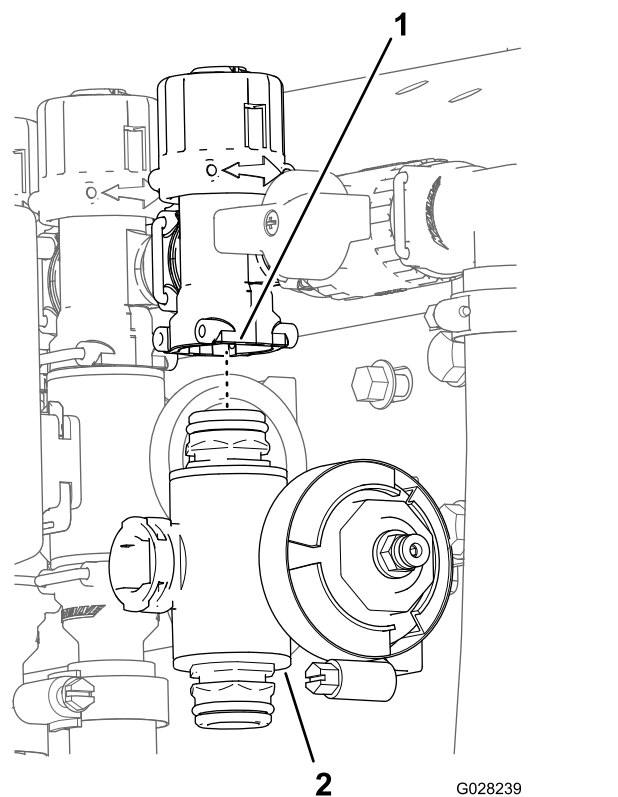

图 76
3. 对于左或右喷洒臂段阀卸下将喷洒臂段阀固定至阀安装座的凸缘头螺栓和凸缘锁紧螺母然后从机器中拆下阀歧管对于中间喷洒臂段阀从机器中拆下喷洒臂段阀歧管图 76。